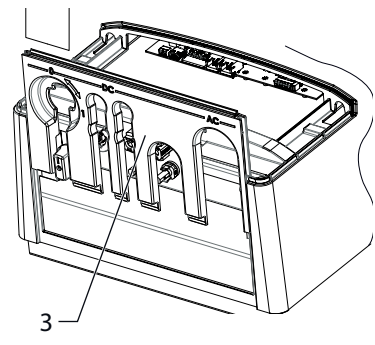

Figura 8: Retirar pasador
8. Variante 2: Retirar pasador. (véase Figura 8 en la página 28)